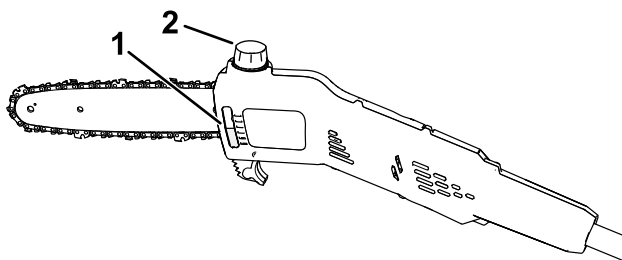

Figura 16
2. Observe el nivel de aceite en la mirilla. Si el aceite no llena la mirilla, añada la cantidad necesaria de aceite para cadenas (Figura 16).
4. Limpie la zona alrededor del tapón de aceite (Figura 16).
5. Retire el tapón y vierta aceite para cadenas de sierra en la sierra de pértiga hasta que el aceite llene el depósito (Figura 16).